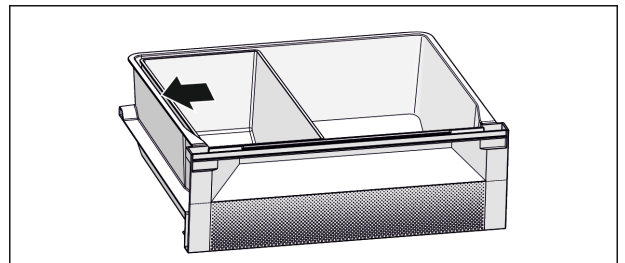

Fig. 7
- ▶ Saat optimaalisen jäähdystehon seuraavasti: Sijoita Fish & Seafood -laatikko paikalleen kuvan mukaisesti (katso Fig. 7).